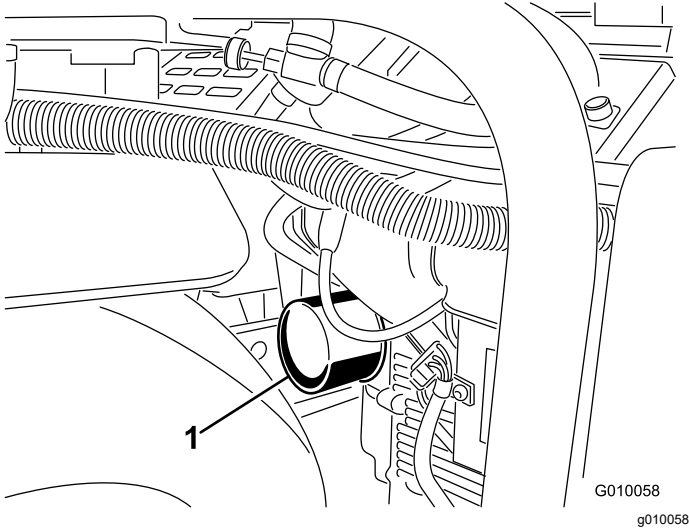
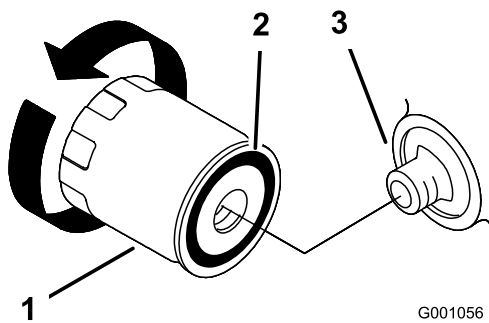

**Figura 44**
**Figura 45**
5. Coloque um recipiente pouco profundo ou um pano debaixo do filtro para apanhar o óleo (Figura 44).
6. Remova o filtro de óleo antigo (Figura 44 e Figura 45) e limpe a superfície da junta do adaptador do filtro.